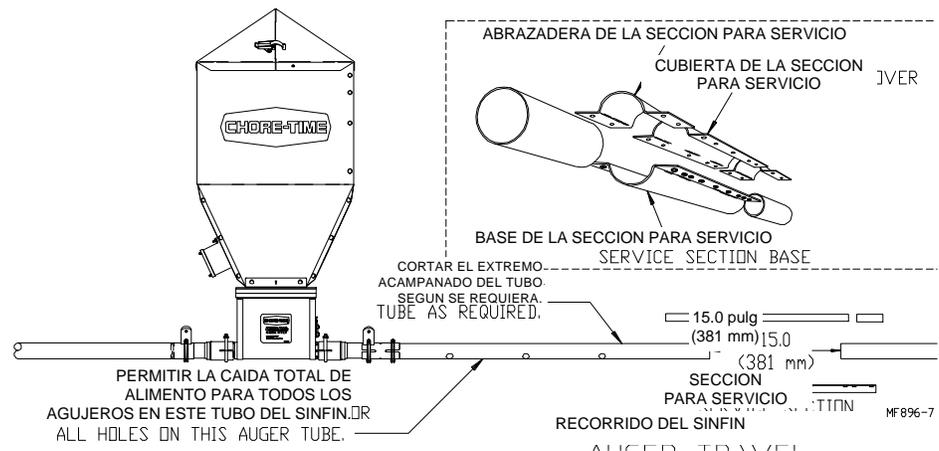

Figura 28. (Vista lateral: de pie afuera del circuito)
18. La **Figura 28** muestra la ubicación preferida de la sección para servicio.